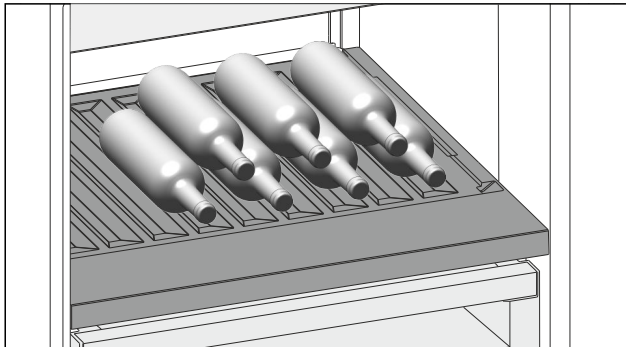

Fig. 98
- ▶ 将瓶底向后对着后壁放入瓶子。(参见 Fig. 98)